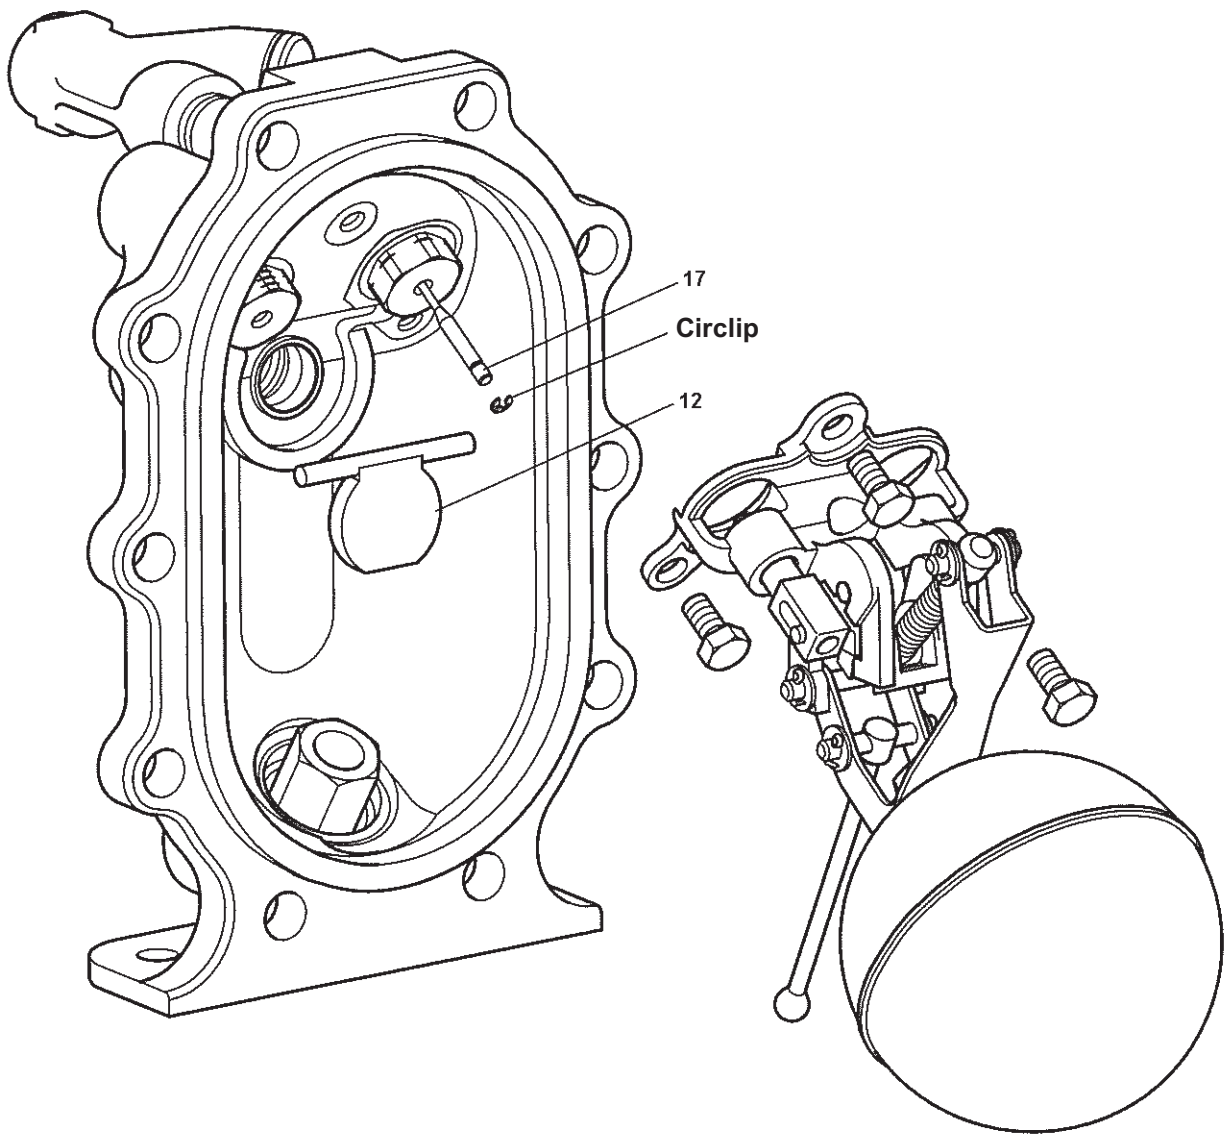

Fig. 17
5. Retirer l'arcade/support (Fig. 17). Cela permet d'accéder au clapet de retenue à battant d'entrée (Rep. 12).
13. Reconnecter la ligne d'alimentation vapeur motrice et la ligne d'échappement respectivement sur les orifices repérés (S) et (E), et l'entrée du condensat et la sortie sur les orifices marqués (IN) et (OUT). L'APT 10-4,5 est maintenant prêt pour une remise en service.